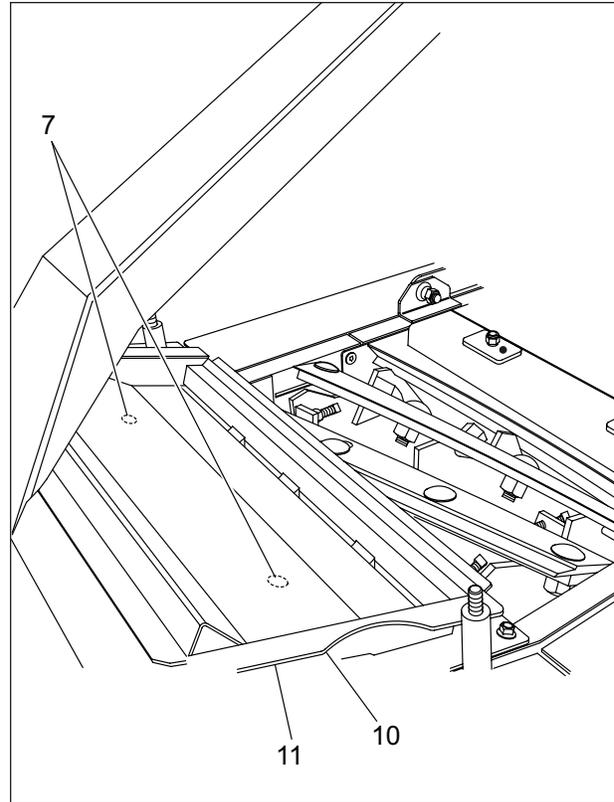

Figure 151 Utiliser les trous au dessus pour vérifier le dégagement
NOTE : Il est possible de vérifier le dégagement zéro à chaque extrémité des couteaux en tenant une lumière au dessus des rouleaux d'alimentation et en regardant à travers le trou au dessus (figure 151 - item 7).
Pour faciliter l'ajustement, retirer le couvercle de la tête de coupe et le garde utilisé comme support pour le couvercle de la tête de coupe (items 10 et 11 à la figure 151).